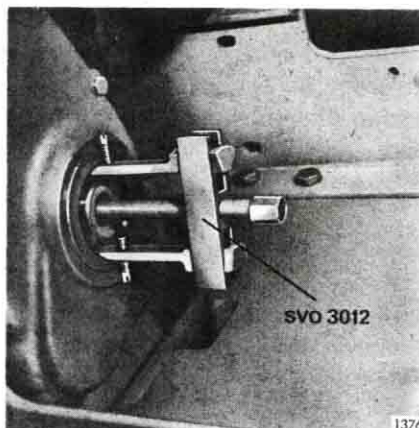

Fig 28. Demontering av vevaxeltätningen.
3. Dra ur tätningen med avdragare SVO 3012, se fig 28.